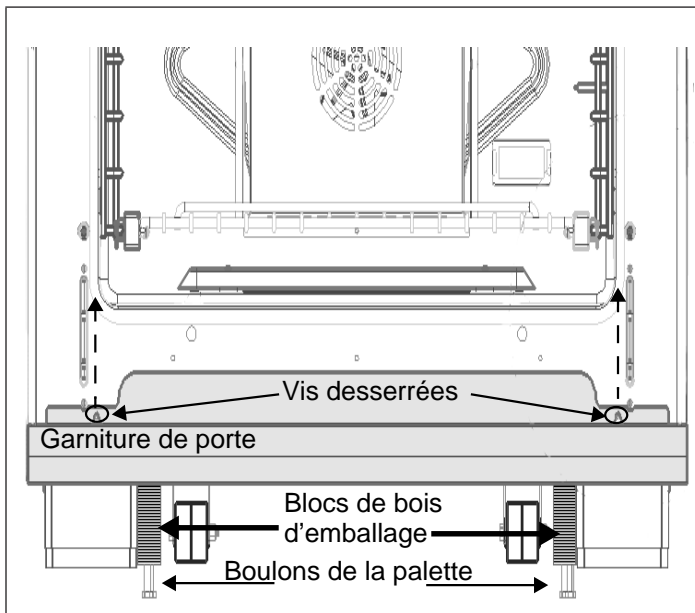

Figure 5: Door Trim, packing Blocks, & Pallet Bolts
3. Toutes les cuisinières sont fixées à une palette à travers un bloc de bois central à l'aide de quatre (4) boulons (Figure 5). Les deux boulons frontaux de la palette ne sont accessibles que lorsque la garniture de porte, située sous la porte, a été enlevée.